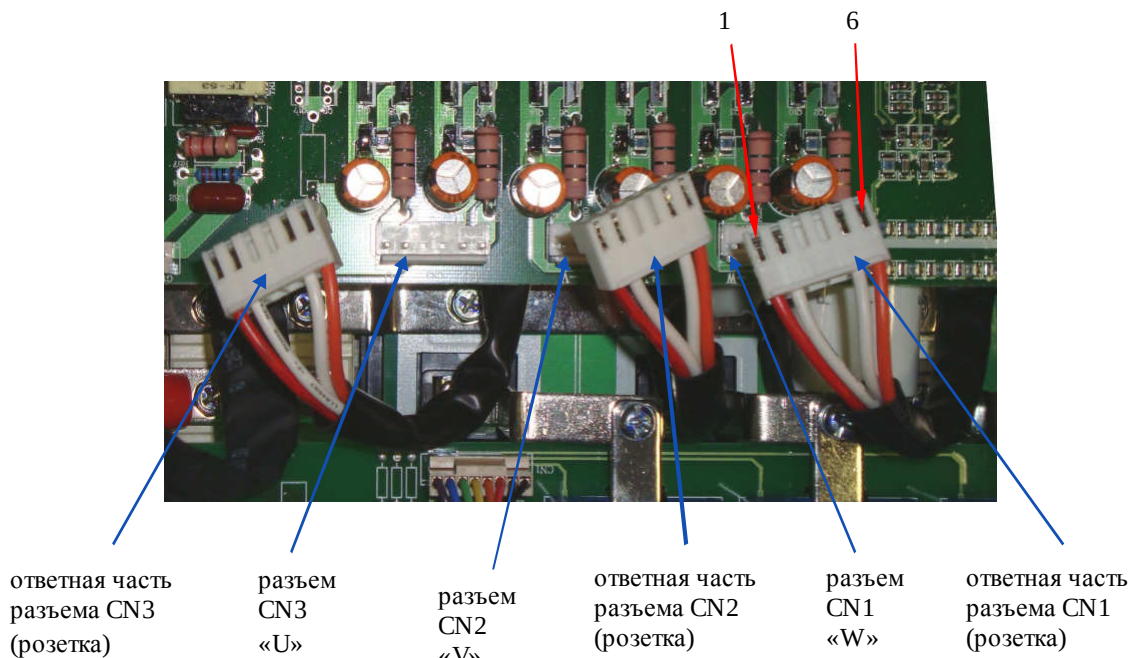

Рис. 4.12
4.9.8. Подключить щупы осциллографа к выводам 1 и 2 разъёма CN1 (нумерация выводов согласно рис. 4.12).
4.9.10. Выполнить пункты 4.9.8 – 4.9.9 для выводов 5 и 6 разъёма CN1 (рис. 4.12), а затем для соответствующих выводов разъёмов CN2, CN3. В случае неисправности одного из каналов плата драйверов подлежит замене.